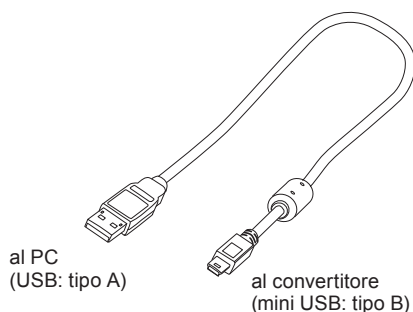

Fig 1. Cavo di connessione
* Cavo: USB (tipo A) - mini USB (tipo B) (Fig. 1).